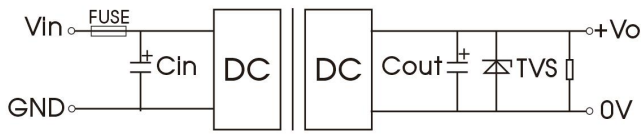

图 1
- (1)产品测试及应用时，请按照（图 1）推荐的测试电路进行；至少保障外接一个电解电容  $C_{in}$  ( $\geq 220\mu F$ )，用于抑制输入端可能产生的浪涌电压。
- (2)如果产品输入端并联瞬变能量较大的电路（如并联电机驱动电路），或会导致产品输入电压被拉低，此时关注产品输入电压的波动，建议适当增大输入端电解电容  $C_{in}$  的容值，以保障输入端电压稳定，避免输入电压低于欠压保护点导致产品重复启动的情况。
- (3)如果产品输出端为感性负载时（如继电器、电机），建议在容性负载规格内增大输出电容  $C_{out}$  容值，并增加 TVS 管，用以滤除电压尖峰。
- (4)如需进一步减少输入输出纹波，可适当加大外接电容  $C_{in}$ 、 $C_{out}$  容值或选用串联等效阻抗值小的外接电容，外接电容  $C_{out}$  容值不能大于产品的最大容性负载。